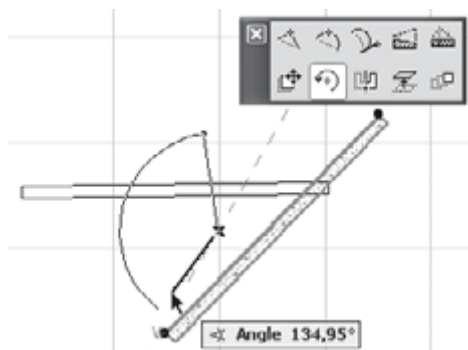

Рис. 5.12. Поворот стены
**Rotate (Поворот).** Данная операция предназначена для поворота выделенного объекта. После нажатия кнопки первым щелчком определяется точка, относительно которой будет повернут объект, вторым щелчком фиксируется начальная точка дуги поворота и третьим — конечная точка дуги поворота (рис. 5.12).